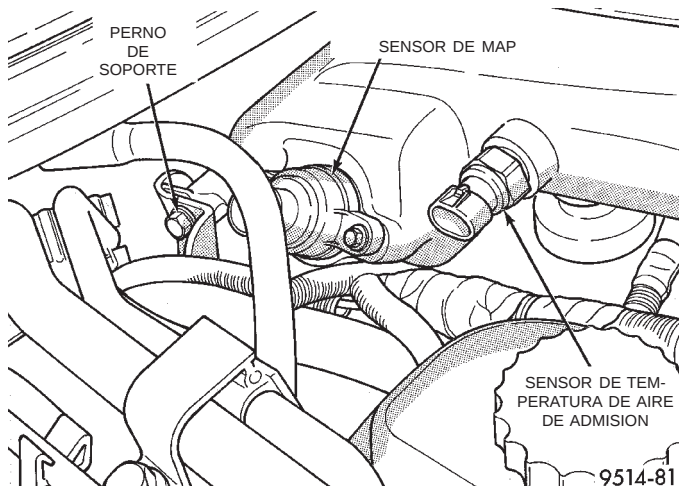

Fig. 31 Perno de soporte de los sensores del múltiple de admisión y del múltiple izquierdo
(4) Desenchufe los conectores de los sensores de MAP (presión absoluta del múltiple) y de temperatura de aire de admisión (Fig. 31).
(5) Retire el perno de soporte de la cámara plena situado hacia la parte trasera del sensor de MAP (Fig. 31).